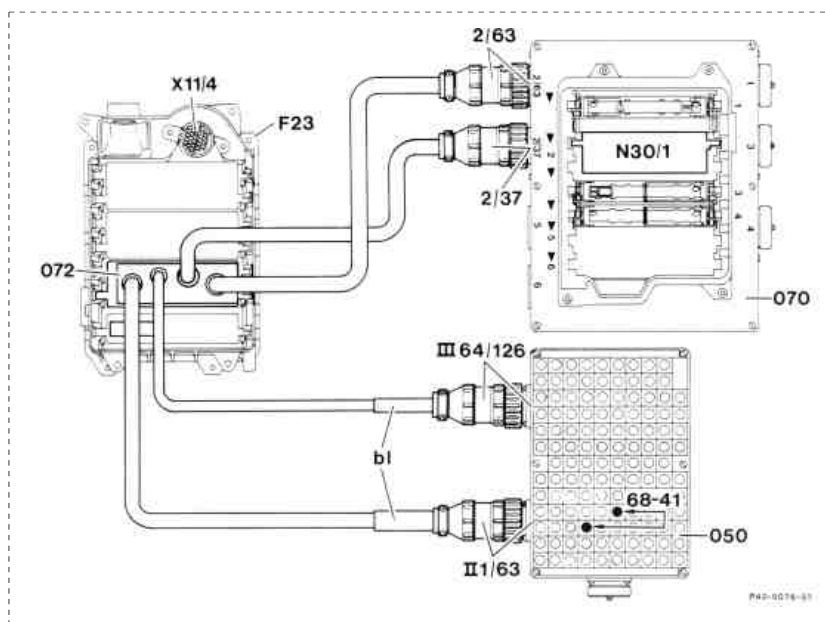

Bild 3
6. Buchsenkasten mit Kontaktierungsmodul 2 nach Anschlußschema (Bild 3 bzw. 4) anschließen (nur bei Prüfschritt 1.0).